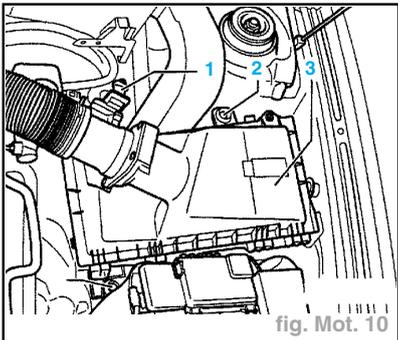

fig. Mot. 10
- Débrancher la durit de raccordement (2) arrivant à la tubulure d'admission (5).
- Débrancher de l'unité de commande de papillon (J338) la durit de dépression (3) arrivant au servofrein.
- Débrancher la durit d'aération (4) arrivant au réservoir de charbon actif.
- Débrancher la durit de raccordement (6).
- Déposer la durit d'aspiration (5) entre le dessus du filtre à air et l'unité de commande de papillon (J338).
- Débrancher la fiche de raccordement (1) du débitmètre d'air massique (G70) (fig. Mot. 10).